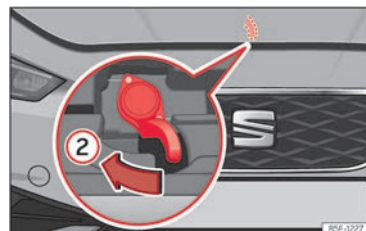

Abb. 239 Hebel unter der Motorraumklappe.
- Um die Frontklappe zu öffnen, drücken Sie den unterhalb der Frontklappe mittig vorgesehenen Hebel mit der Hand nach links » » » **(Abb. 239) ②**. Die Fanghaken werden entriegelt.